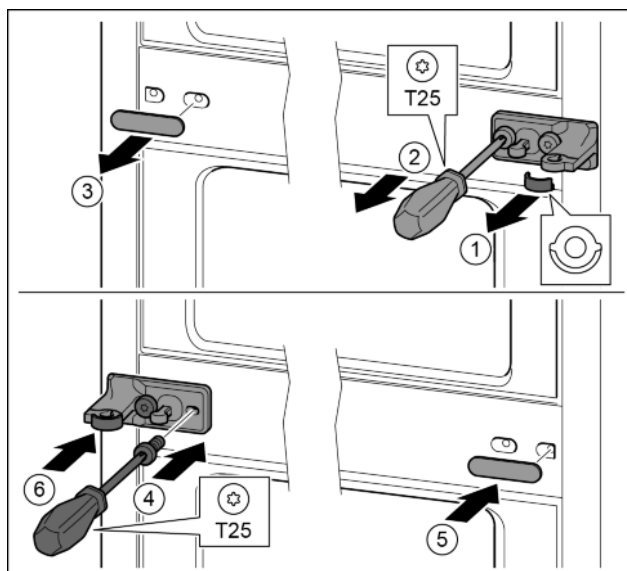

Fig. 25
- ▶ Scheibe abziehen. Fig. 25 (1)
- ▶ Schrauben mit Schraubendreher T25 herausdrehen. Fig. 25 (2)
- ▶ Abdeckung vorsichtig abziehen. Fig. 25 (3)
- ▶ Lagerbock mit Folie um 180° gedreht auf der anderen Seite fest anschrauben. Fig. 25 (4)
- ▶ Abdeckung um 180° gedreht auf der anderen Seite anbringen. Fig. 25 (5)
- ▶ Scheibe von vorn aufschieben. Fig. 25 (6)